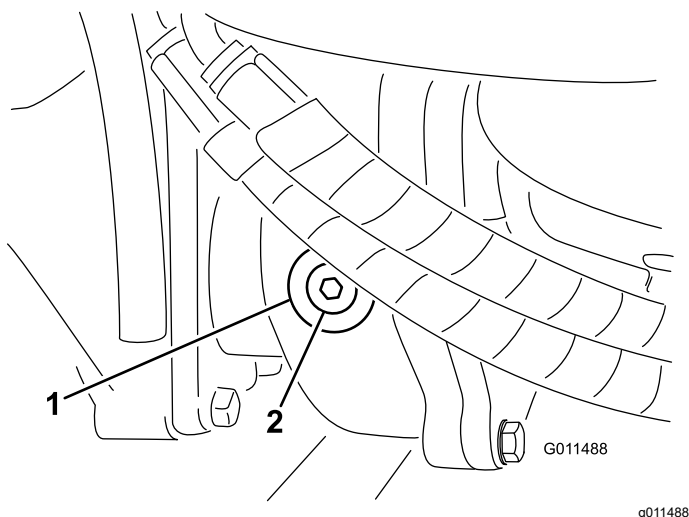

Figura 106
2. Retire el tapón de verificación/llenado del lado izquierdo de la caja de engranajes y asegúrese de que el lubricante llega al borde inferior del orificio (Figura 106).